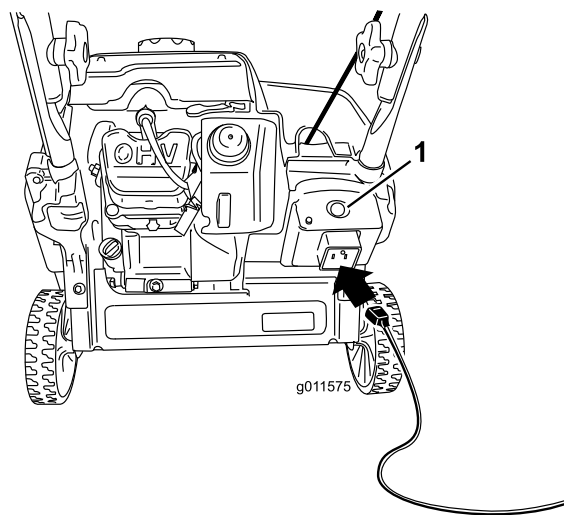
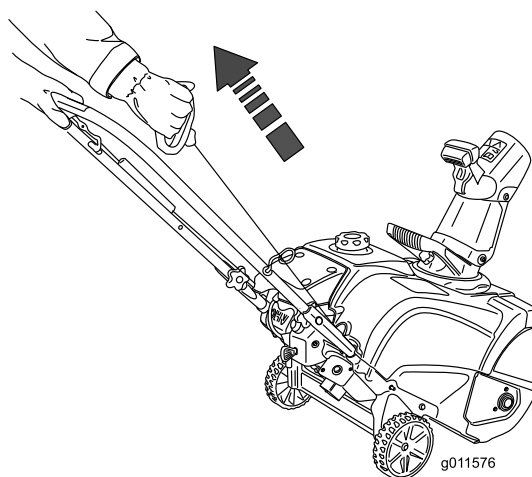

Рисунок 18
Рисунок 19
4. Присоедините удлинительный кабель к источнику питания и снегоочистителю, затем нажмите кнопку электрического стартера (Рисунок 18) или вытяните рукоятку механического стартера (Рисунок 19).